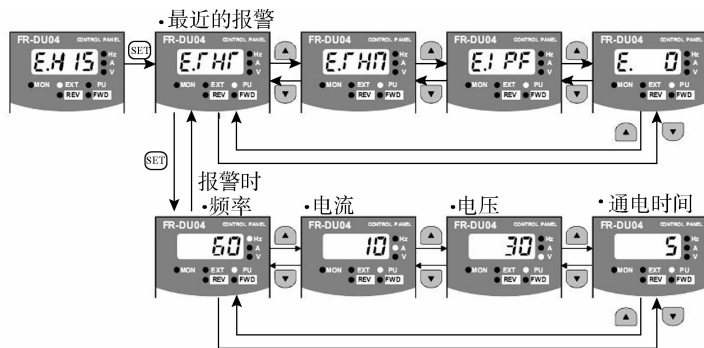

图 3-14 报警记录
(1) 报警记录 (见图 3-14)。用 [UP/DOWN] 键能显示最近的 4 次报警 (带有“.” 的表示最近的报警)。当没有报警存在时, 显示 E. \_\_\_0